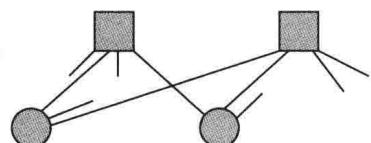

图 9-25 Tanner 图上的一个小环
- 3) 保持随机性。减少 H 矩阵里小环的个数。图 9-25 展示了一个长为 4 的小环（ b 节点、 c 节点和连线组成的环）。